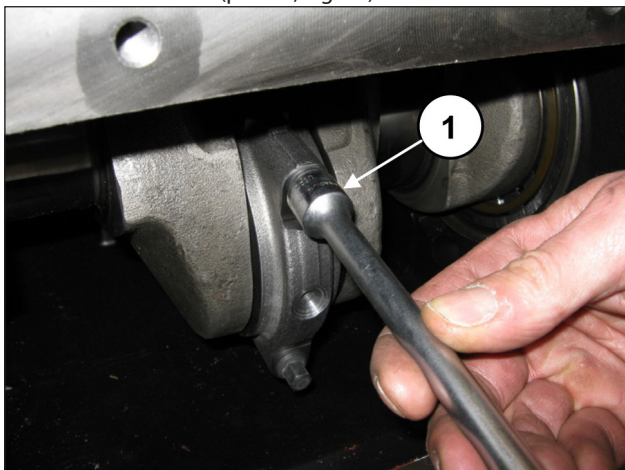

Fig. 17
Svitare le viti di biella (pos. ①, Fig. 17).